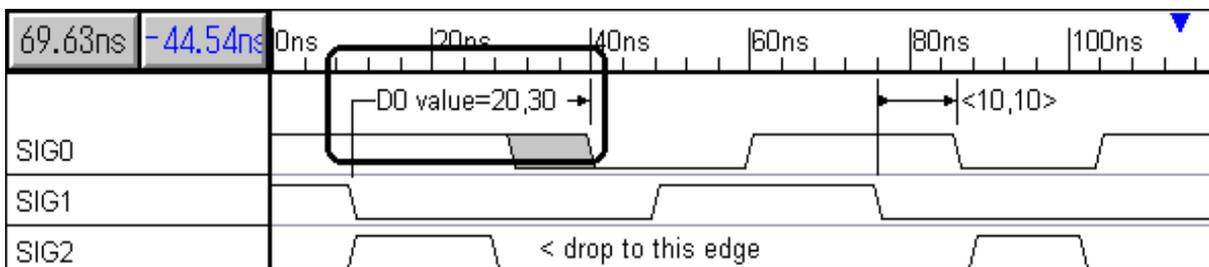

図3.6 パラメータ名と最小/最大値のみを表示させた例
- Apply ボタンをクリックすると、ラベルは“D0 value = 20,30”という表示になります(図3.6)。